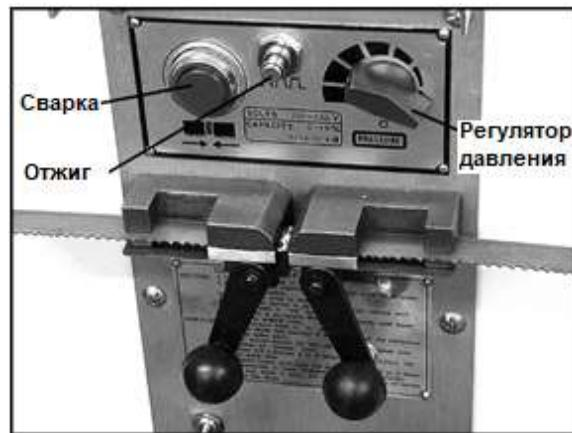

Рис. 12.
3. Установите ручку регулировки давления (Рис. 12) на "0" (вниз). ПРИМЕЧАНИЕ: при повороте ручки вы ощутите сопротивление.
7. Нажмите и удерживайте кнопку включения сварочного устройства (Рис. 12). Когда кнопка нажата, левый зажим смещается к правому и сдавливает концы полотна между собой. Одновременно с этим, через зажимы пропускается ток и происходит сварка полотна с образованием искр. Не отпускайте кнопку до тех пор, пока сварной шов не раскалится докрасна.
- Быстро нажмите и отпустите кнопку включения отжига (Рис. 12). Повторяйте это